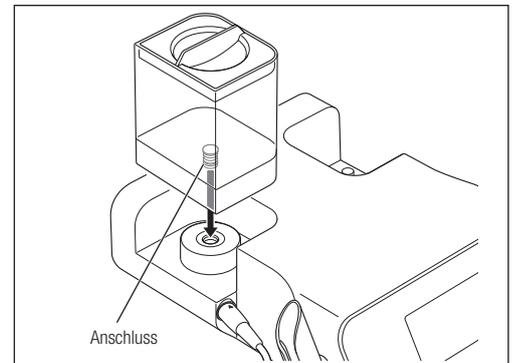

Abb. 13
- 3) Schließen Sie den Spülbehälterdeckel fest und führen Sie das Behälterverbindungsstück gerade in den Anschluss des Spülbehälters ein (Abb. 13).